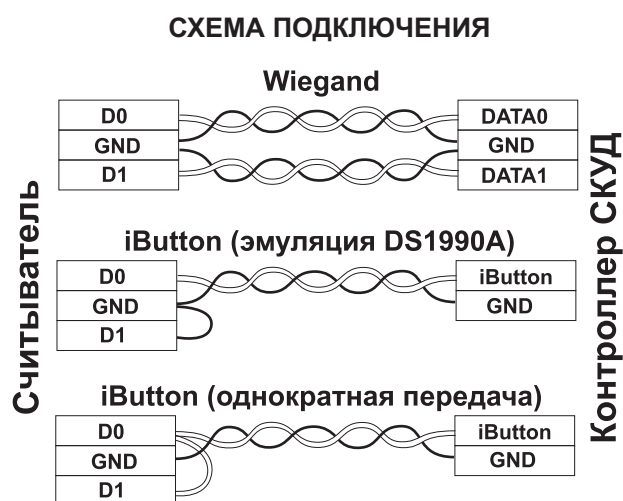

Рис. 2 Подключение считывателя к контроллеру.
- 2) Соединить провода считывателя в соответствии с Таблицей 1 и Рис. 2.
6) Подключить контроллер (см. Рис.2).
Интерфейса подключения считывателя к контроллеру можно настроить вне зависимости от режима (защищённый/незащищённый). Исходно активен протокол передачи данных Wiegand-26. Выбор протокола iButton (Dallas Toch Memory) осуществляется замыканием проводов DATA1 (белый) на GND (чёрный) (см. Рис.2). Передача iButton (Dallas Toch Memory) осуществляется по DATA0 (зеленый).